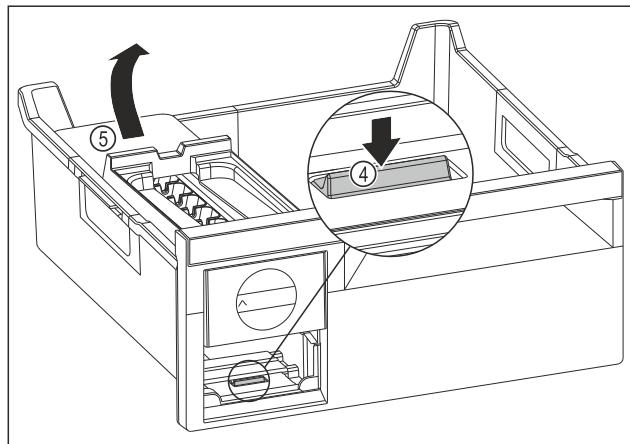

Fig. 91
- Izvadite tijelo sustava EasyTwist-Ice: Pritisnite jezičak Fig. 91 (4) prstom prema dolje i istovremeno drugom rukom podignite tijelo sustava EasyTwist-Ice Fig. 91 (5) straga.